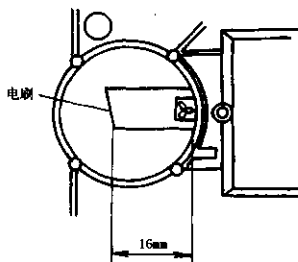

图 4-37 测量电刷长度
⑥检查发电机电刷。电刷的检查主要是检查电刷连接线是否有接触不良或断线的地方。如果有这类毛病应更换新品。再就是测量电刷的长度，电刷长度标准值是 16 mm，如图 4-37 所示，使用极限值为 11 mm，电刷长度过短时应更换。